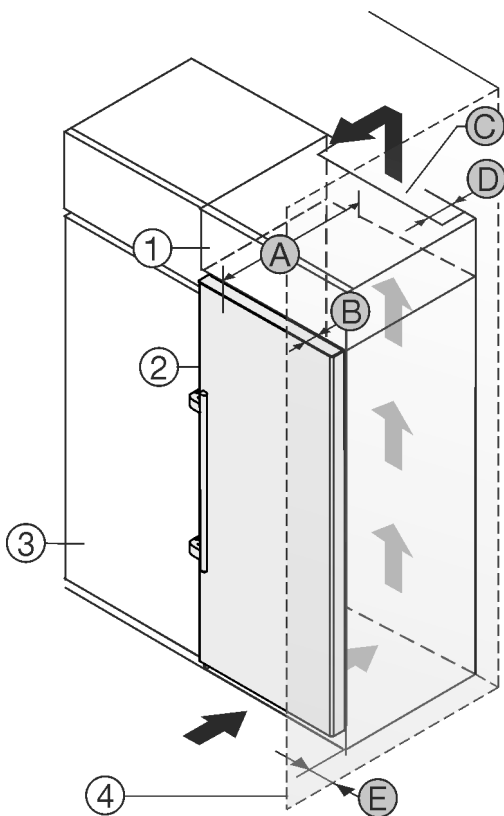

Fig. 2
Можете да поставите уреда непосредствено до кухненския шкаф Fig. 2 (3).*
От задната страна на шкафа-пристройка трябва да има вентилационен отвор с дълбочина Fig. 2 (D) по цялата ширина на шкафа-пристройка.*
Под тавана на помещението трябва да е спазено сечението за вентилация Fig. 2 (C).*
Когато уредът се поставя с пантите до стена Fig. 2 (4), разстоянието между уреда и стената трябва да е поне 57 mm. Това отговаря на разстоянието, с което дръжките стърчат при отворена врата.*
За да можете да отваряте вратата изцяло, уредът трябва да е издаден с дълбочината на вратата Fig. 2 (B) спрямо челото на кухненския шкаф. В зависимост от дълбочината на кухненските шкафове Fig. 2 (3) и използването на детайли за отстояние от стената, уредът може да излезе още по-напред.*